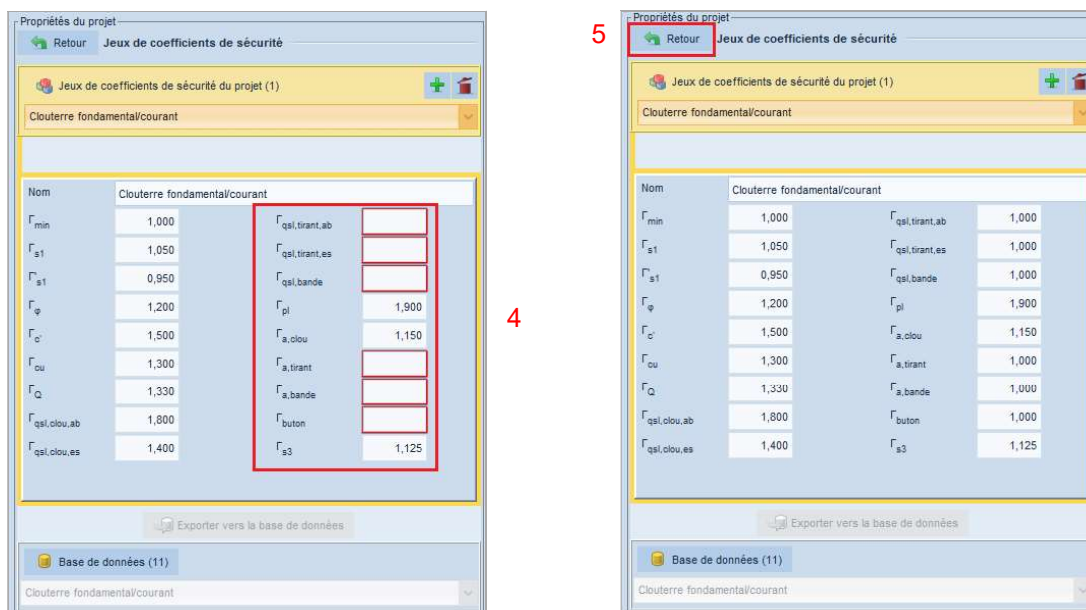

Figure 5. Choix d'un jeu de coefficients partiels de pondération/sécurité
- Pondérations par défaut (cf. Figure 5) : cliquer sur le bouton  puis cliquer sur le bouton  (1) en bas du volet de propriétés. Sélectionner le jeu de pondérations souhaité dans la liste déroulante (2) et cliquer sur le bouton  (3). Compléter/modifier si nécessaire le jeu de pondérations choisi (4). Puis valider par le bouton  (5).
Figure 5: Two screenshots of the 'Propriétés du projet' dialog box. The left screenshot shows the 'Jeux de coefficients de sécurité' section with a red box around the 'Base de données (12)' button at the bottom, labeled with a red '1'. The right screenshot shows the same dialog with a red box around the 'Importer dans le projet' button, labeled with a red '3'. Below it, a table of coefficients is shown with a red box around the 'a.clou' row, labeled with a red '2'. At the bottom, a list of project types is shown with a red box around the 'Eurocode - Fondamental - Ouvrage sensible' option, labeled with a red '4'.